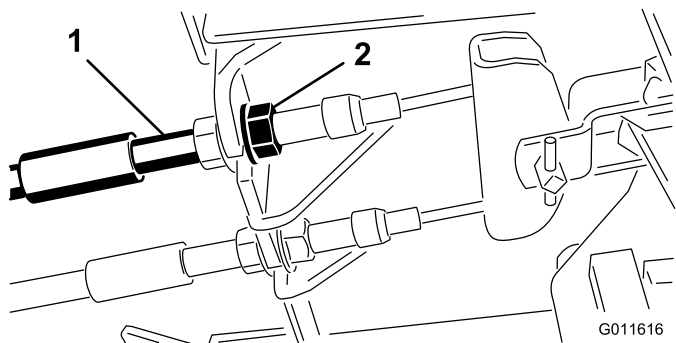

Рисунок 68
1. Чтобы уменьшить свободный ход тормозных педалей, затяните тормоза, ослабив переднюю гайку на резьбовом конце троса тормоза (Рисунок 68).